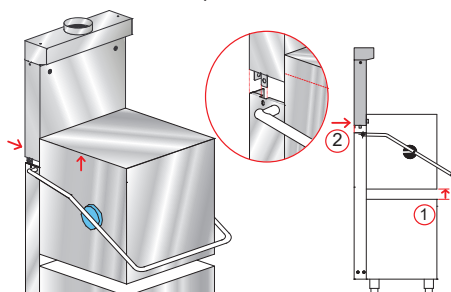

Fig. 12
- Rehausser la capote d'une dizaine de centimètres (voir Fig. 12 - pièce 1).
- Aligner le récupérateur au-dessus de son logement final (voir Fig. 12 - pièce 2).
- Faire descendre le récupérateur jusqu'à ce qu'il se pose sur le logement (voir Fig. 12).